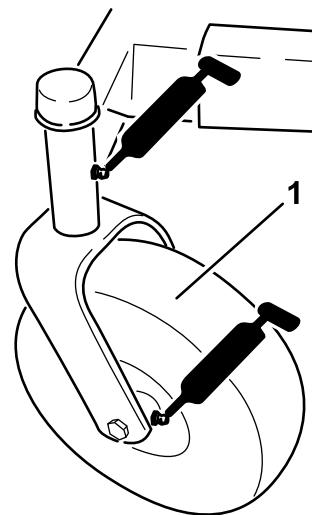
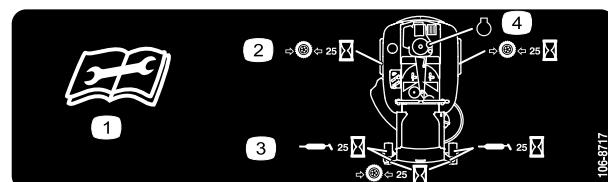

Figura 26
Figura 27
3. Pulite i raccordi d'ingrassaggio (Figura 26 e Figura 27) con un cencio, e togliete eventuali tracce di vernice davanti ai raccordi.
4. Collegate un ingassatore a pressione a ciascun ingassatore (Figura 26 e Figura 27). Pompatate del grasso nel raccordo finché non inizia a fuoriuscire dai cuscinetti.